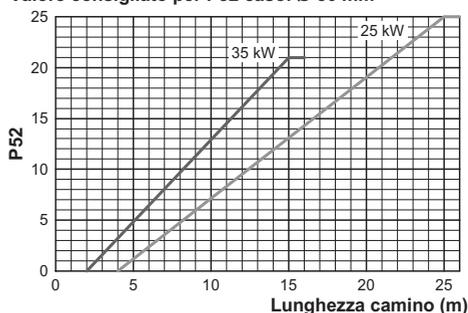
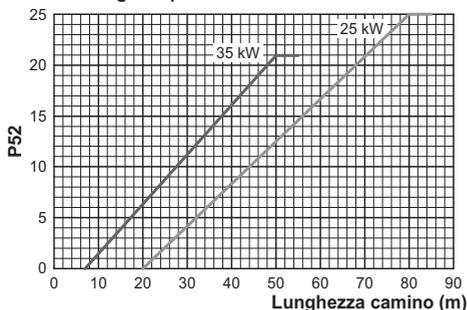

Figura 5.23
Figura 5.25
- Utilizzando i tasti 17 o 18 è possibile modificare il valore del parametro 52 da 0 a 25 (da Figura 5.23 a Figura 5.25).